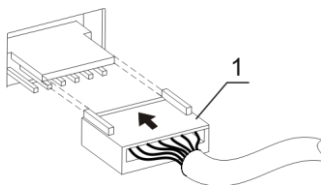

Fig.1 Connexion du bloc thermostaté
- Choisissez un bloc thermostaté, puis connectez la prise à la borne de contact située sur la face inférieure du bloc conformément au schéma de la Fig.1/1. Vérifiez que le connecteur soit solidement fixé.
- Dévissez les quatre vis moletées, soulevez le bloc en veillant à ne pas endommager les câbles, puis déconnectez la prise (fig.1/1).